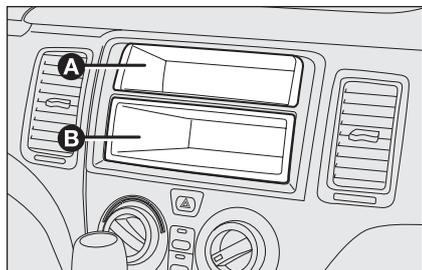

fig. 2
- avec compartiment porte-objets fixe **A-fig. 2** et compartiment (DIN) amovible **B-fig. 2** pour installation autoradio ;